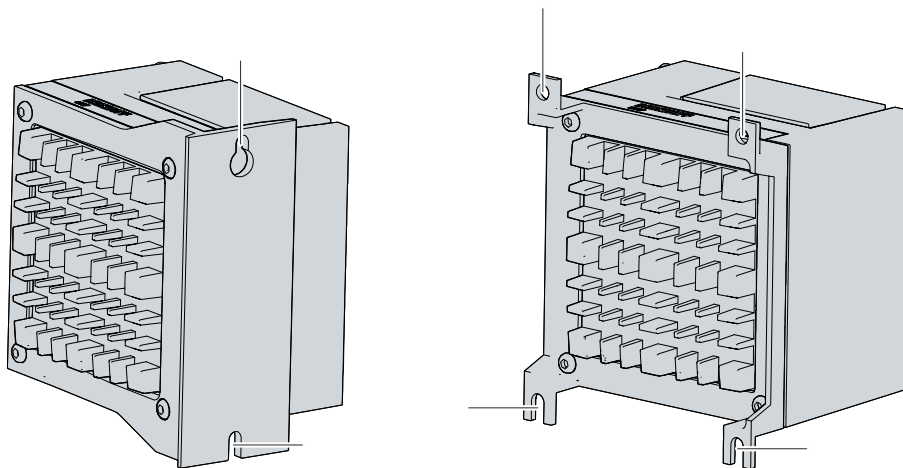

図 19: C6017 _制御盤内設置用の取付プレート
2. 固定用ネジに、取付プレートのマークされた位置を引っ掛けてください（図19参照）。